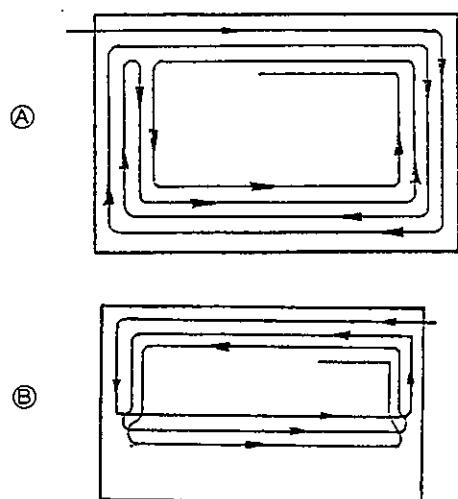

図21 芝刈方法
小さいほ場で周囲に草を排出してよい場合には反時計回りで図21⑧のような方法で刈ると無駄がありません。